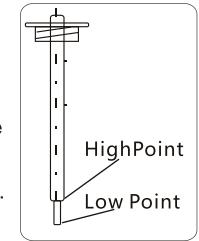

Figure 1 OIL
Используйте 4 штуки для каждого болта (1) для фрезы M8x25 и пружинной распорки (2) и плоской прокладки (3). Установите нижнюю ручку в 2 отверстия (см. Рис. 1) на каждой стороне корпуса.